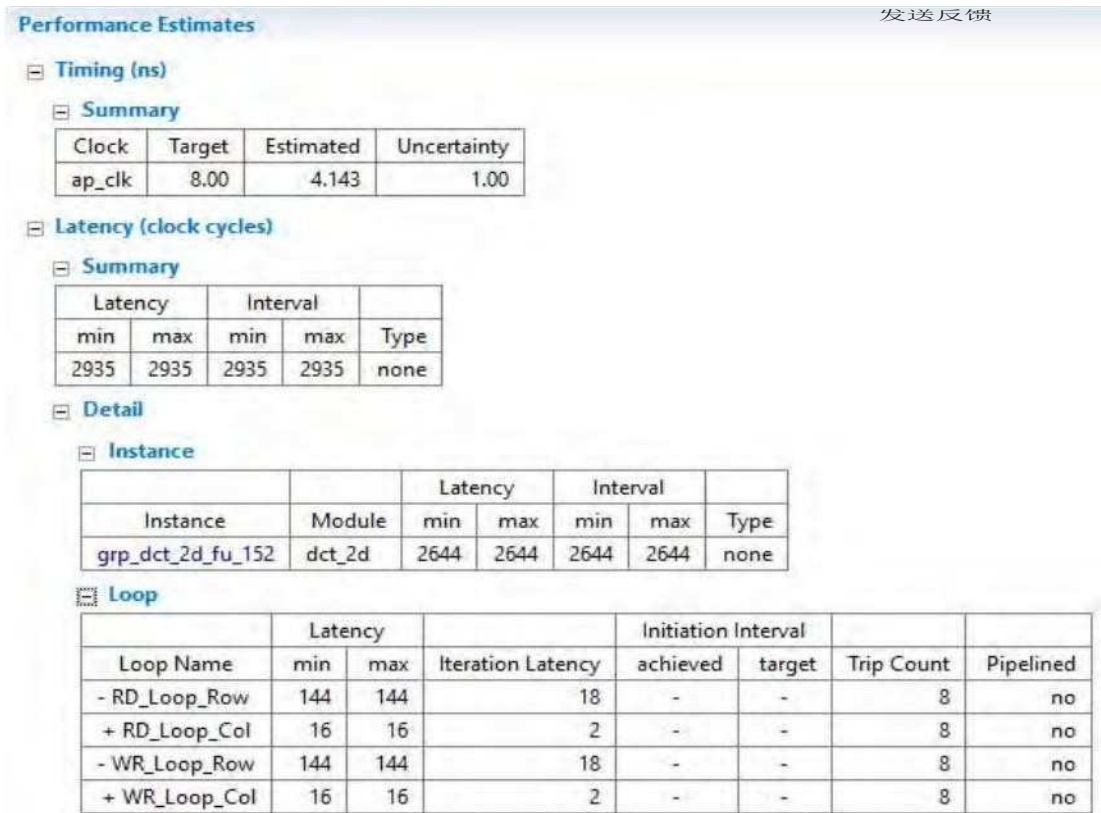

图 6-4: 初始 DCT 设计报告
当综合完成时，综合报告将自动打开。图 6-4 显示了报告的性能部分。
- 图 6-4 突出显示了以下信息。
- **read_data** 和 **write_data** 函数中的循环因此在顶层实现，并在顶层函数中报告为循环(图 6-4)。